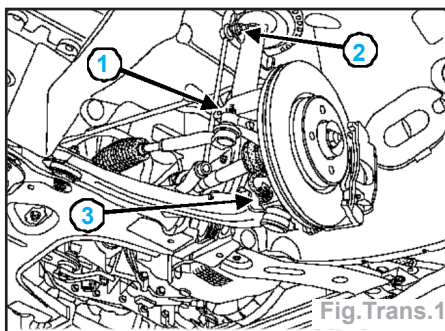

Fig.Trans.1
- Déposer (Fig.Trans.1) :
- l'écrou de rotule de direction (1),
- l'écrou supérieur de barre stabilisatrice (2),
- le boulon de rotule inférieure (3).
- l'écrou supérieur de la barre stabilisatrice (2),